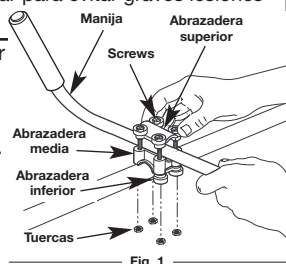

Fig. 1
1. Coloque la manija entre la abrazadera superior y la abrazadera media (Fig. 1).
2. Mientras sostiene las tres piezas juntas, instale los cuatro (4) tornillos a través de la abrazadera superior en la abrazadera media.